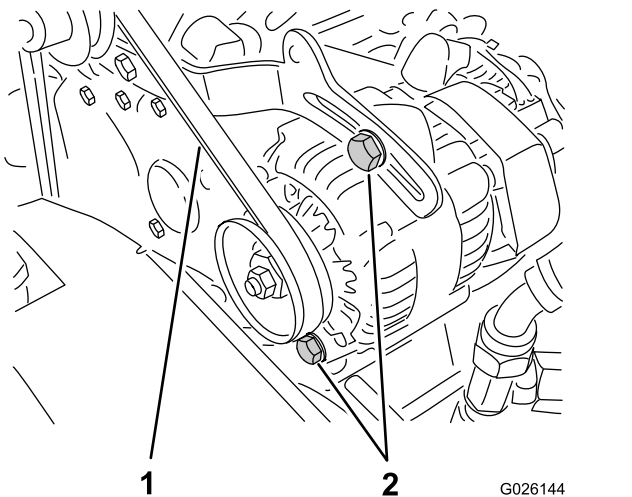

Figure 63
2. Contrôlez la tension de la courroie en exerçant une force de 10 kg sur le brin à mi-chemin entre les poulies d'alternateur et de vilebrequin (Figure 63).
- A. Desserrez les 2 boulons de fixation de l'alternateur (Figure 63).
- B. A l'aide d'un levier, tournez l'alternateur jusqu'à ce que la tension de la courroie soit correcte, puis resserrez les boulons de fixation (Figure 63).